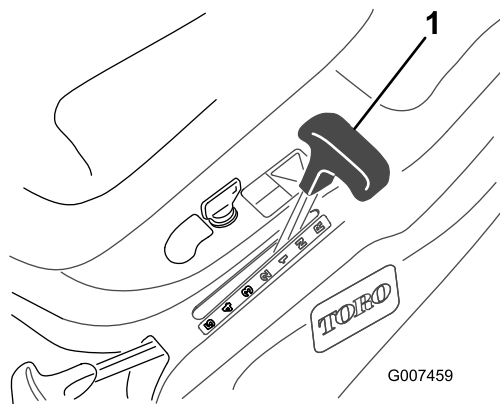

Figura 9
3. Spostare la leva della velocità di trasferimento in posizione di Folle (N) (Figura 9).